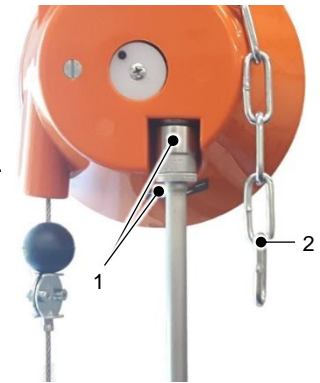

Abb. 5.2 – Feinabstimmung des Federzuges
Der Federzug ist mit einer Sicherungskette (2) gesichert, s. Abb. 5.2-Feinabstimmung des Federzuges. Diese muss unabhängig von der Aufhängung des Federzuges ortsfest gesichert werden.